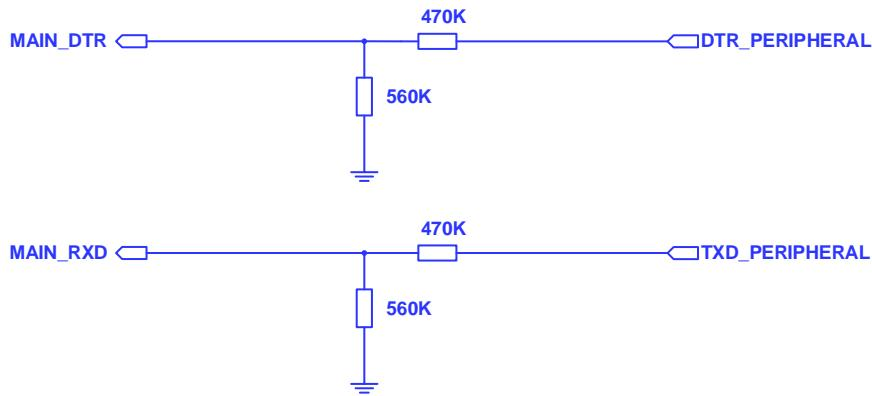

图 23: MAIN\_DTR、MAIN\_RXD 分压参考电路
- 1) 睡眠模式下，VDD\_EXT 下电版本：MAIN\_DTR、MAIN\_RXD 请采用分压电路设计（参考图23），或使用外部 1.8 V 替代 VDD\_EXT。